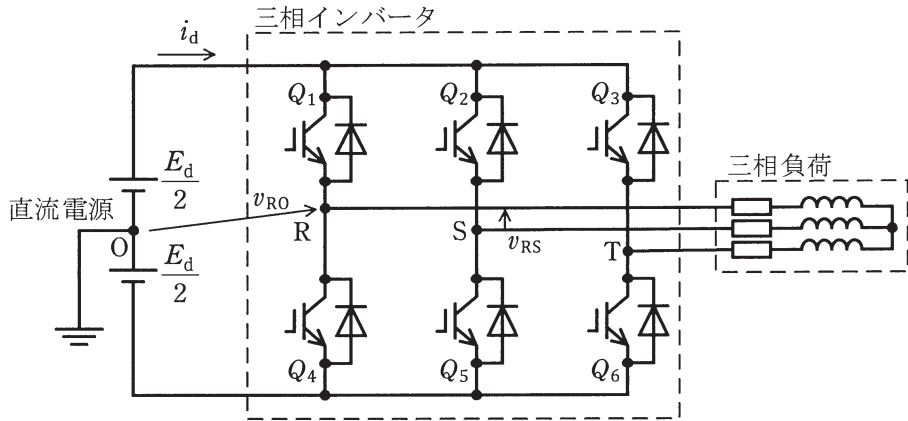
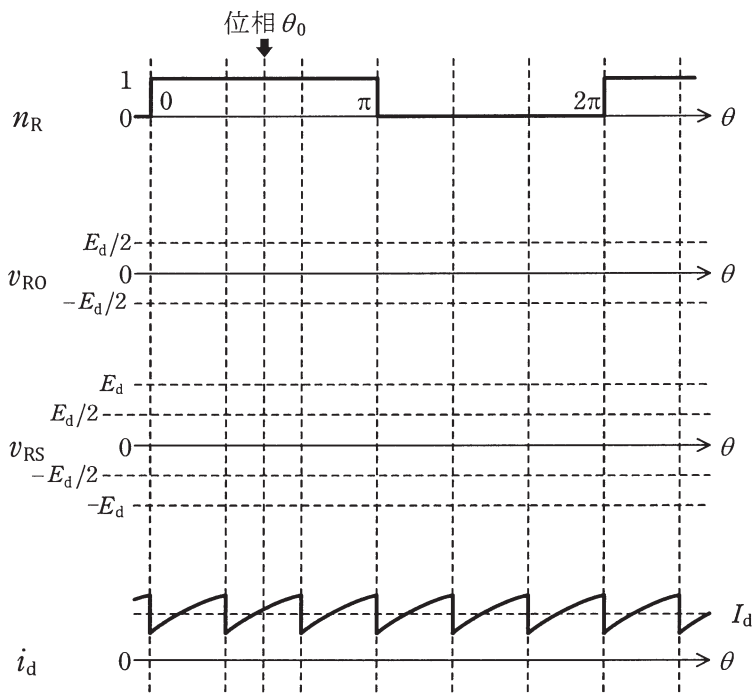

図 1
図 2
問3 図1には、R相→S相→T相の相順で、 180° 通電モードで運転する三相インバータとその三相負荷の回路を示す。直流電圧を E_d 一定、三相インバータ内には損失がないものとして、次の間に答えよ。
- (1) 図2は三相インバータの動作を説明する図であり、波形 n_R はR相のノッチ波である。ノッチ波は1のときにプラス側のパワーデバイスをオンし、0のときにマイナス側のパワーデバイスをオンすることを意味している。図2の位相 θ_0 において、オン信号を与えているパワーデバイスは、R相では Q_1 であるが、S相及びT相ではどのパワーデバイスであるかを答えよ。
- (2) 答案用紙に図2と同じ図が印刷されているので、図1のR相電圧 v_{RO} 、R-S相線間電圧 v_{RS} の波形を、波形の大きさとスイッチングの位相が明確に分かるように、太線で明確に描け。ただし、 v_{RO} の基準電位点は、直流電源の中間電位点Oとする。
- (3) 上記小問(2)において、二つの電圧波形 v_{RO} 、 v_{RS} のうち、出力周波数に対して3の整数倍次数の高調波が含まれている波形はどちらの波形であるかを答えよ。
- (4) 上記小問(2)において、線間電圧 v_{RS} の実効値 E_0 を表す式を、 E_d を用いて示せ。
- (5) 負荷電流が正弦波であるとみなせるとき、ある遅れの力率の場合の直流電流 i_d の波形を図2の最下段に示している。負荷に供給される有効電力が $P=50$ kW、力率が $\cos\phi = \frac{\sqrt{3}}{2}$ であり、 $E_d=200$ Vであった場合の直流電流の平均値 I_d [A] を求めよ。